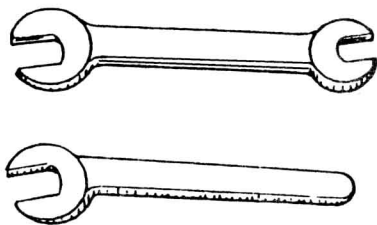

图 1-4 开口扳手
(1) 开口扳手。它用来拆装一般标准规格的螺母或螺栓, 种类有单头和双头两种(图 1-4)。这种扳手使用方便, 可以直接插入或上下套入螺母或螺栓头部上, 可以承受较大的扭力。